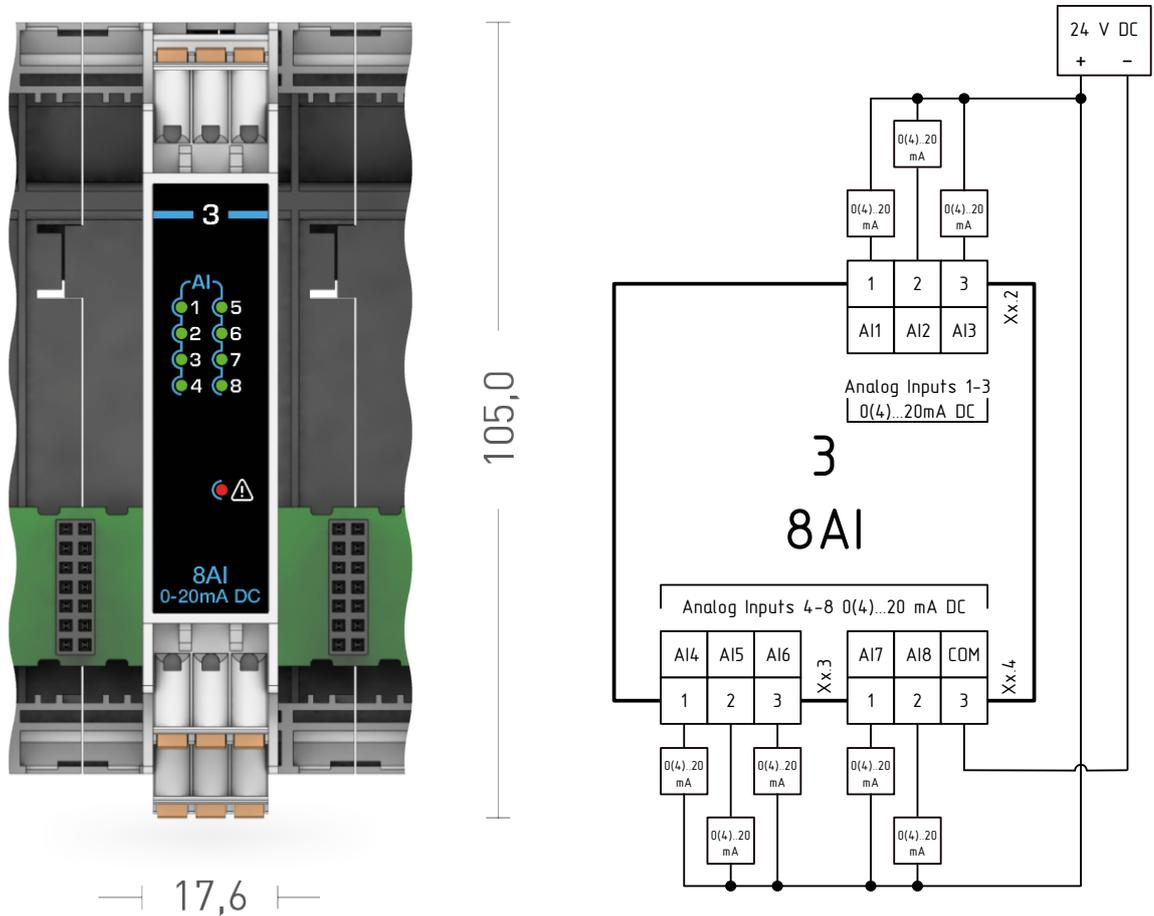

Рисунок 1.13 – Внешний вид и схема подключения модуля расширения MCU-3-8AI
- Внешний вид и схема подключения приведены на рис. 1.13.